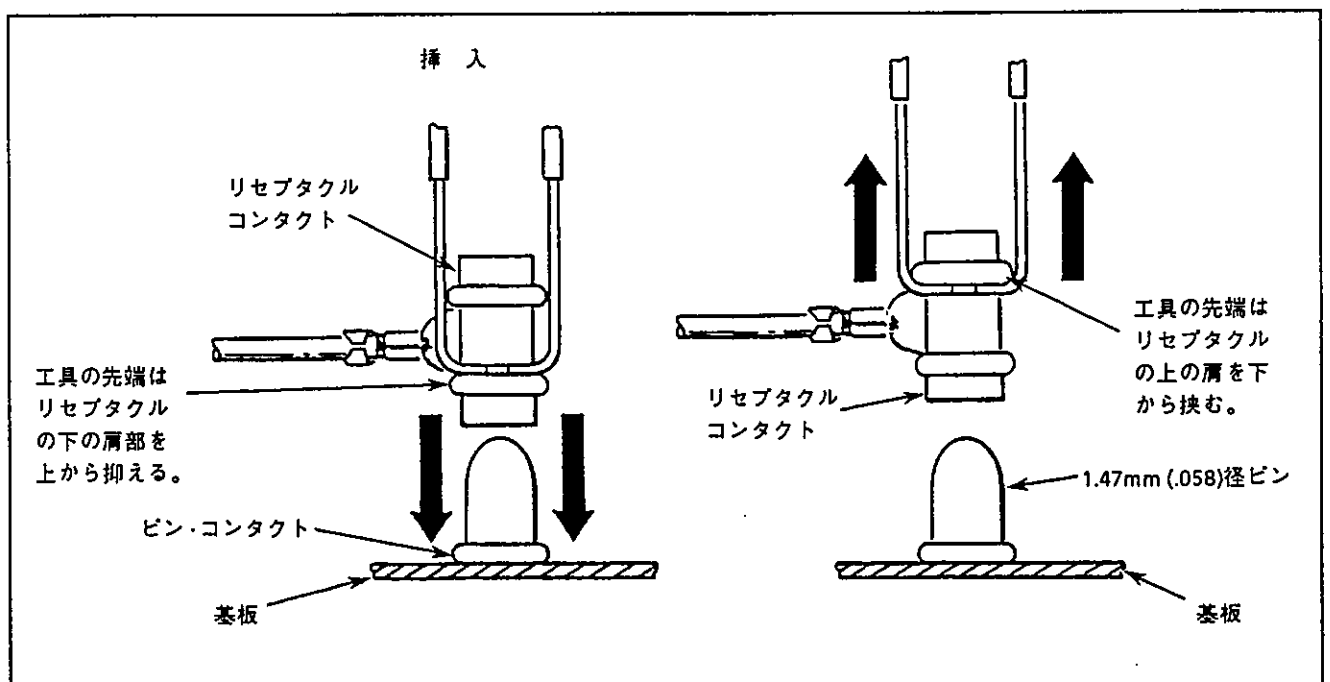

Fig. 2
3. 挿入/引抜の手順 (Fig. 2 参照)
B. 引抜 (Fig.2 参照)
1. 工具を握り、先端部をリセブタクルの上の肩部の下にあてて Fig.2 の図のように挟みます。